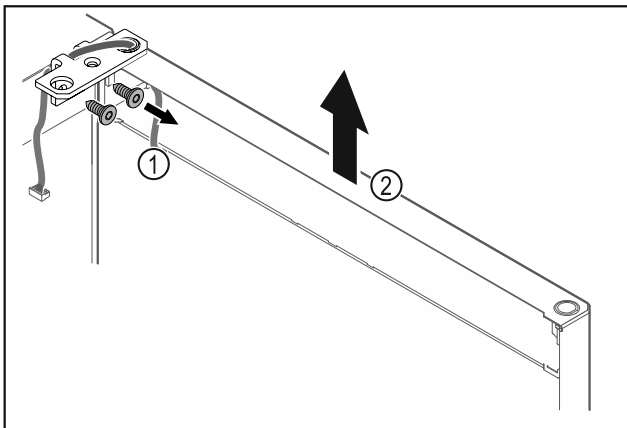

Fig. 27
- Odskrutkujte uholník závesu Fig. 27 (1).
- Zdvihnite dvere vrátane uholníka závesu Fig. 27 (2) cca 200 mm nahor a odoberte ich.